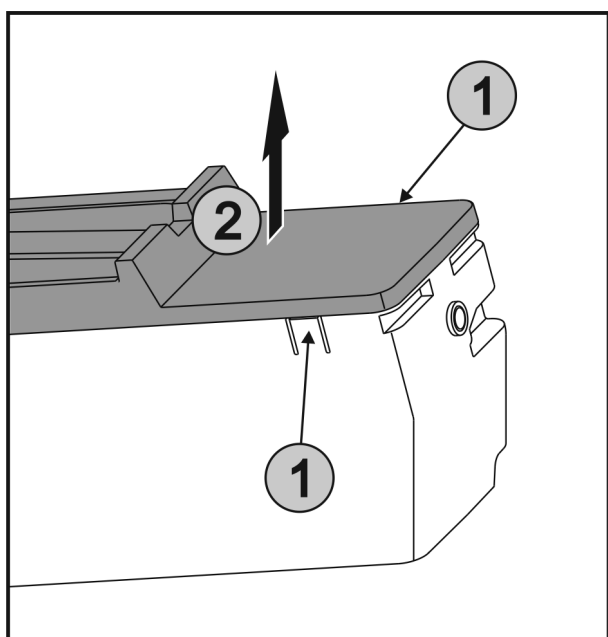

Fig. 55
- ▶ Laschen Fig. 55 (1) an den beiden Seiten von EasyTwist-Ice gleichzeitig drücken und die Abdeckung Fig. 55 (2) nach oben entnehmen.